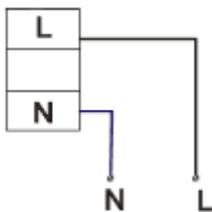
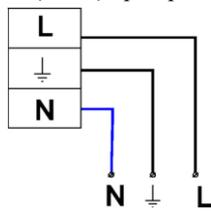
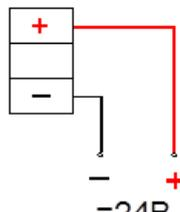

Рис.1
Рис.2
Рис.3
- 3.4 Сетевой кабель присоединяется к клеммной колодке: L – фаза, N – нейтраль см. рис.1, провод заземления (для светильников с классом защиты от поражения электрическим током I) присоединяется к соответствующей клемме колодки, см. рис.2. Для указателя BS-150-10x0,3 LED (=24V) при присоединении кабеля необходимо соблюдать полярность см. рис.3.